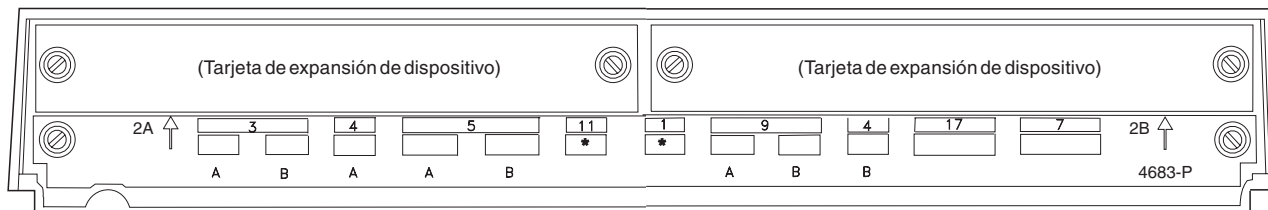

Figura 129. Parte posterior de la unidad base del Terminal de Punto de Venta IBM 4683
6. Compruebe en la "Hoja de trabajo B—Instalación de terminal - 4683" en la página 263 cada terminal del grupo de dispositivos de terminal y marque con una X en la Figura 129 los zócalos a los que se conectan los dispositivos.